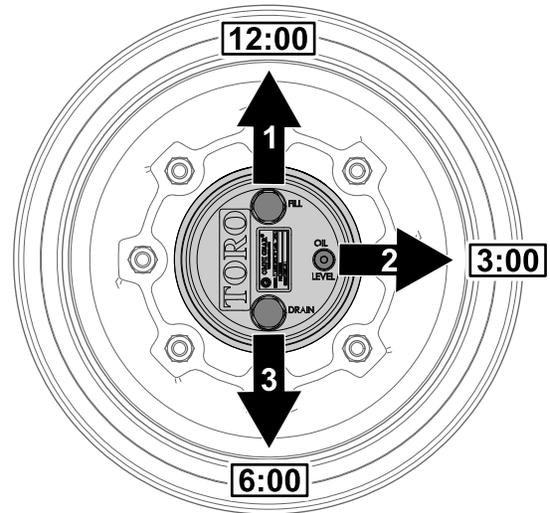

Figure 103
1. Garez la machine sur une surface plane et horizontale, tournez la roue de sorte que le bouchon de remplissage soit à la position 12 heures, le bouchon de contrôle soit à la position 3 heures et le bouchon de vidange soit à la position 6 heures (Figure 103).
2. Retirez le bouchon de contrôle à la position 3 heures (Figure 103).
- Garez la machine sur une surface plane et horizontale, tournez la roue de sorte que le bouchon de remplissage soit à la position 12 heures, le bouchon de contrôle soit à la position 3 heures et le bouchon de vidange soit à la position 6 heures ; voir Figure 103 sous Contrôle du niveau de lubrifiant du train planétaire (page 68).